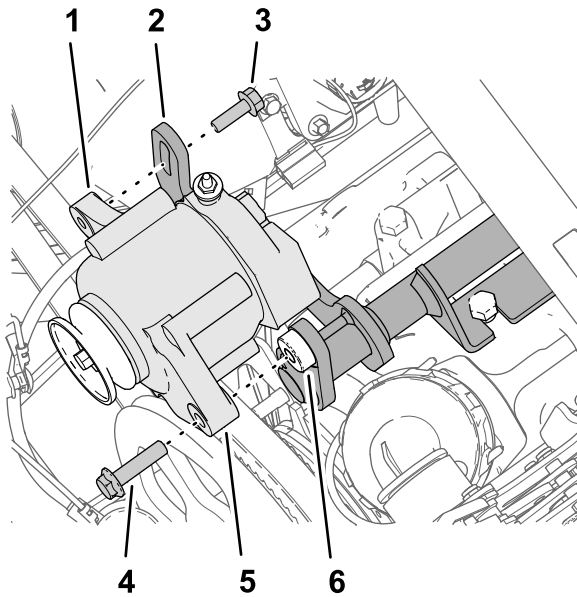

图 181
1. 用凸缘头螺栓 $\frac{3}{8}$ x 1 $\frac{1}{2}$ 英寸将交流发电机60A组装到交流发电机支架的螺纹轴套上图 181。
2. 用凸缘头螺栓 8 x 25mm 将交流发电机的螺纹法兰组装到交流发电机支架的带槽法兰上图 181。